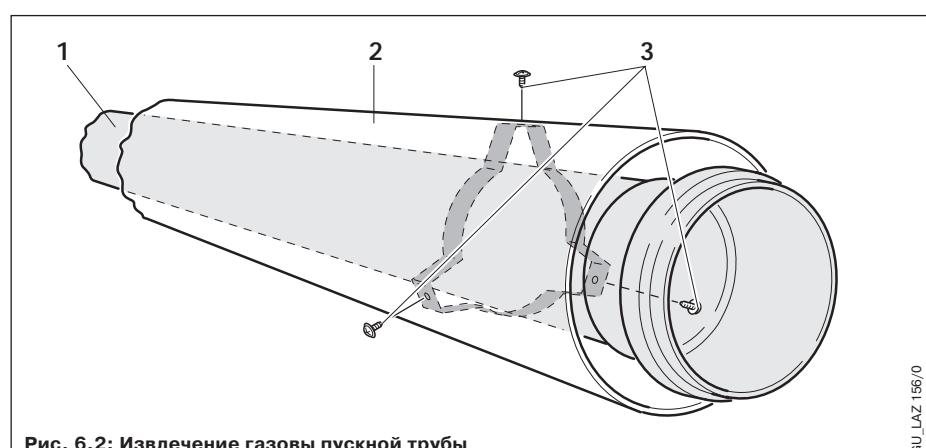

Рис. 6.2: Извлечение газовой пускной трубы
☞ Удлинительные секции поставляются в не смонтированном состоянии, чтобы для раздельного укорачивания воздушной и газовой пускной труб не требовался их демонтаж. После укорачивания соедините друг с другом воздушную и газовую пускную трубу (см. рис. 6.2), ввернув прилагаемые винты (3) через отверстия, просверленные в воздушной трубе (2), в распорный элемент газовой пускной трубы (1).